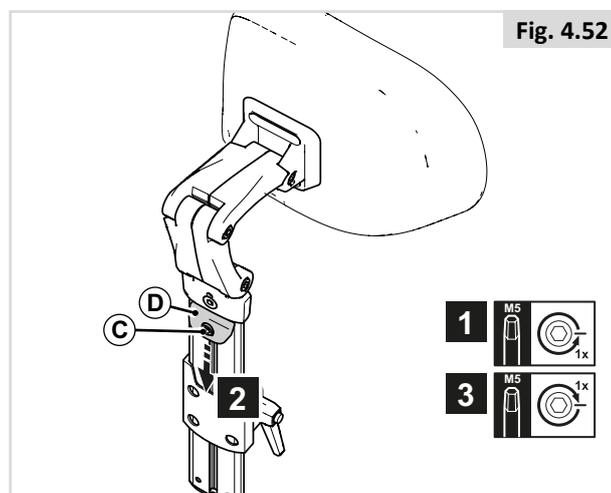

Fig. 4.52
**Réglage Mémorisation (Fig. 4.52)**
1. Desserrez (C) d'un tour.
2. Glissez (D) le plus bas possible.
3. Resserrez (C).